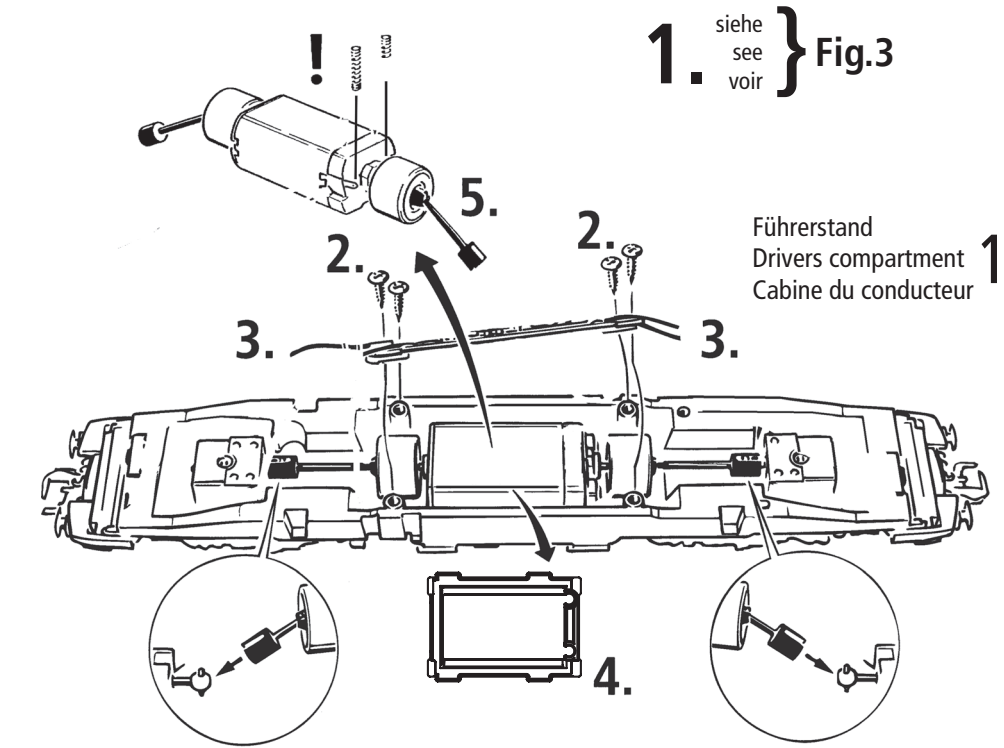

Fig. 7
3. Haftreifenwechsel: Zuerst den Getriebedeckel abnehmen (Fig. 7). Danach den **Radsatz** herausnehmen und die **Haftreifen** mit einer Nadel od. mit einem feinen Schraubendreher abziehen (Fig. 7). Beim Aufziehen der neuen Haftreifen darauf achten, dass diese sich nicht verdrehen.
3. Change of traction tyre: Remove the gear cover (fig. 7). Take out **wheel set** and remove **traction tyre** using a pin or a fine screwdriver (fig. 7). When pressing on the new traction tyre please **avoid twisting it**.
3. Échange des bandages d'adhérence: Démontez d'abord **le couvercle du carter des engrenages** des engrenages (fig. 7). Délogez ensuite les essieux bandagées et enlevez, à l'aide d'une aiguille ou d'un tournevis fin, les bandages d'adhérence (fig. 7). Lors du montage des nouveaux bandages veuillez veiller à ce que les bandages **ne soient pas tordu**.